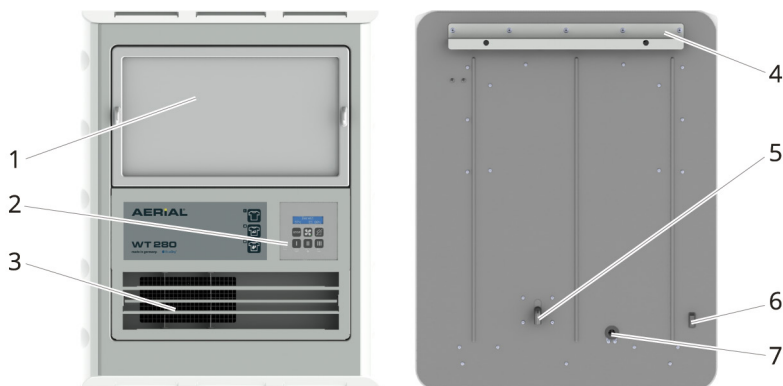

Abb. 1: Übersicht Serie AERIAL WT
2. Heben Sie den Raumluft-Wäschetrockner von oben so in die Wandschiene, dass die Befestigungsschiene an der Rückseite (Seite 5, Abb. 1, Pos. 4) in der Wandschiene hängt.
Die Raumluft-Wäschetrockner der Serie WT 230/240/250/280 sind mit einem Anschluss-Stutzen für den Kondensatablaufschauch 15 x 2 mm ausgestattet (Seite 5, Abb. 1, Pos. 5).
4. Schalten Sie den Raumluft-Wäschetrockner am Ein-Schalter (s. Seite 5, Abb. 1, Pos. 6) ein. Am Display erscheint folgende Anzeige: